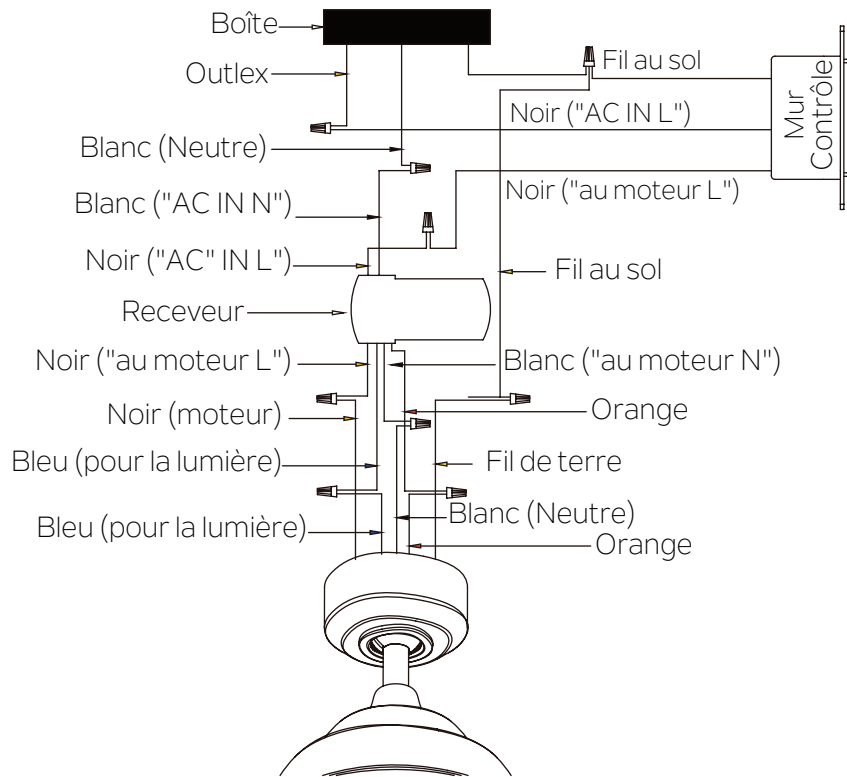

Fig. 16
Sécurisez toutes les connexions de fil avec les écrous en plastique de fil fournis. (Fig. 16)
Fixez les connexions de fil avec les connecteurs de fil en plastique fournis. (Fig. 16)
**Étape 4.** Connectez les fils SOL (VERT) de la boule de cintre et du support de montage, ainsi SOL (VERT ou CUIVRE NU) de la maison. Fixez la connexion filaire avec les connecteurs en plastique fournis. Après avoir relié les fils, étalez-les de sorte que les fils verts et blancs sont d'un côté de la boîte de sortie et les fils noirs et bleus sont de l'autre côté. (Fig. 16)